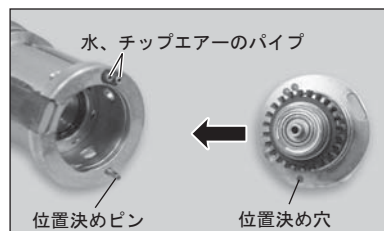

図7
- 2)カートリッジを装着する場合は水、チップエアアのパイプと位置決めピンの位置をカートリッジのノーズフットの穴に合わせてまっすぐ差し込んでください。(図7)